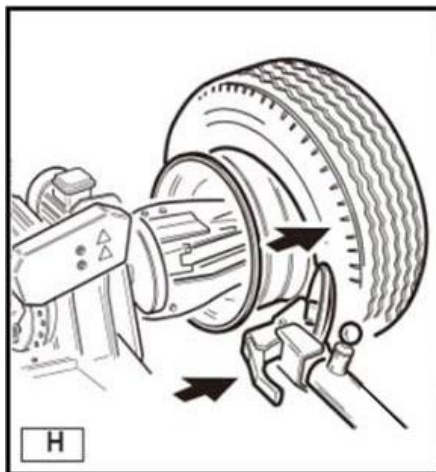

Рисунок 19
- 1) Если шина снимается легко, после освобождения бортиков протолкните отжимной диск шины, пока не покажутся оба бортика (см. рис. 19).